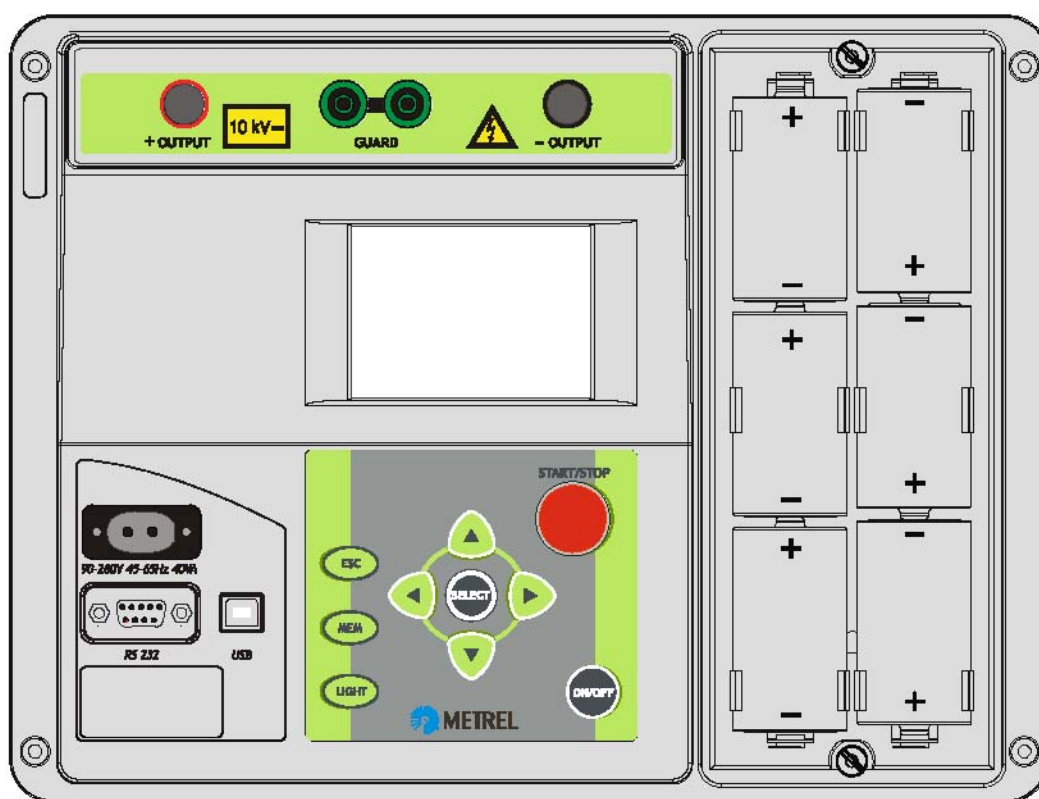

Рис. 29. Правильный выбор полярности при установке батарей
Батарейный отсек располагается в нижней части корпуса прибора и закрыт крышкой (см. рисунок 29).
- ◆ Правильно установить батареи (см. рисунок 29), в противном случае прибор не будет работать!
- ♦ Правильно установить батареи (см. рисунок 29), в противном случае прибор не будет работать!
Номинальное напряжение питания равно 7,2 В постоянного тока. Используйте шесть NiMH элементов питания, размер которых соответствует IEC LR20 (габариты: диаметр = 33 мм, высота = 58 мм). См. рисунок 29, приведенный ниже, для правильного выбора полярности при установке батарей.